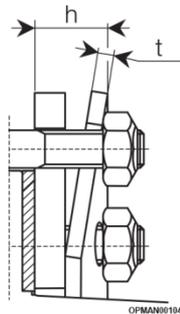

Figure 5.45
5.4.1.9 Serrez progressivement les boulons (un demi-tour à la fois par ex.) pour comprimer uniformément la rondelle Belleville à l'épaisseur requise (« h ») ; voir la Figure 5.45.